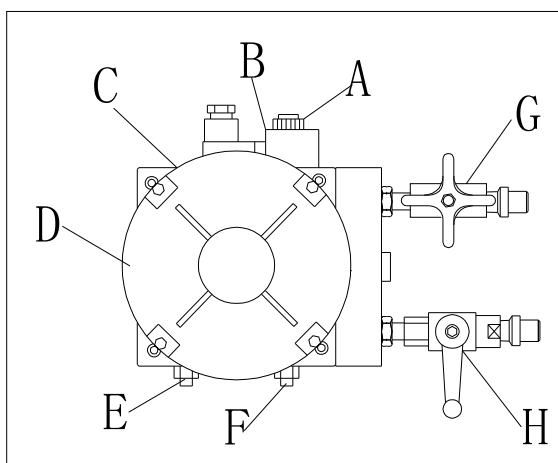

Рис. 24
- Следуйте «пневматической схеме» для проводки шланга сжатого воздуха от пневматического электромагнитного клапана и его присоединения к пневматическому клапану фиксатора. (Рис. 24)